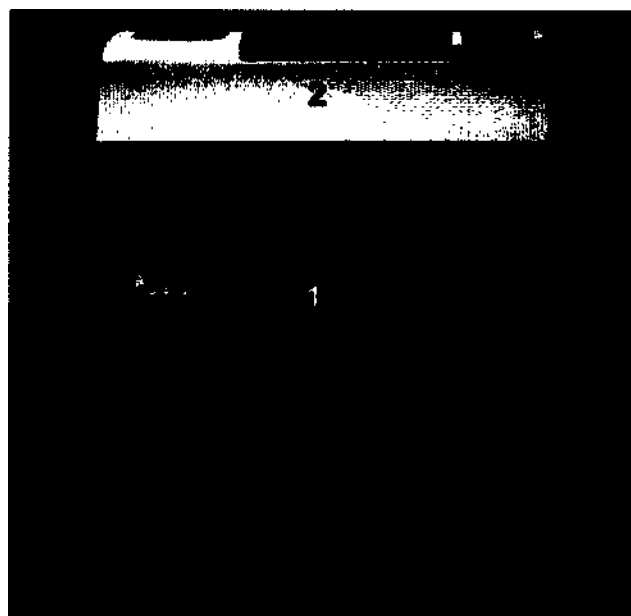

Рисунок 29. Открытая крышка
1. Нажмите кнопку «НАЧАТЬ» и дождитесь окончания запуска системы, после чего поднимите крышку до щелчка (см. рисунок 29);